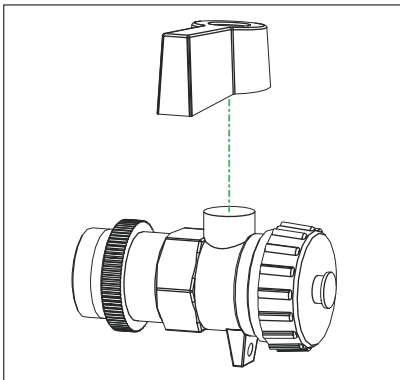

Fig. 21 Griff bei Füll- und Entleerhahn abziehen
- ▶ Griff bei Füll- und Entleerhahn (beiliegende) abziehen – Fig. 21.